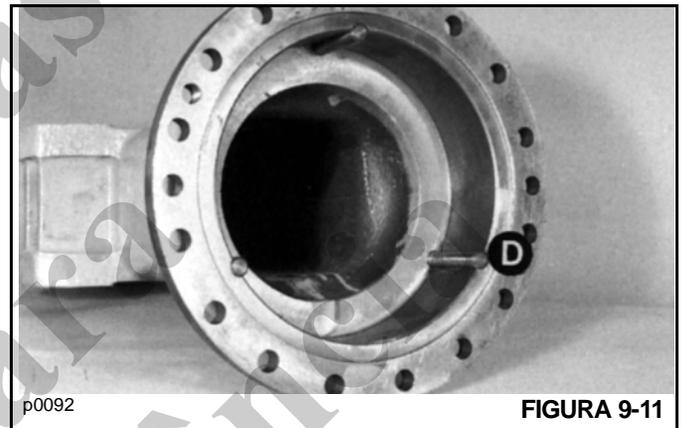

FIGURA 9-11
6. Remova os três pinos de reação D Figura 9-11. Verifique se há danos ou estriamento.
6. Insira os três pinos de reação **D** (Figura 9-11) em seus canais, fixando-os com graxa. Empurre os pinos completamente em seus furos de localização na carcaça.